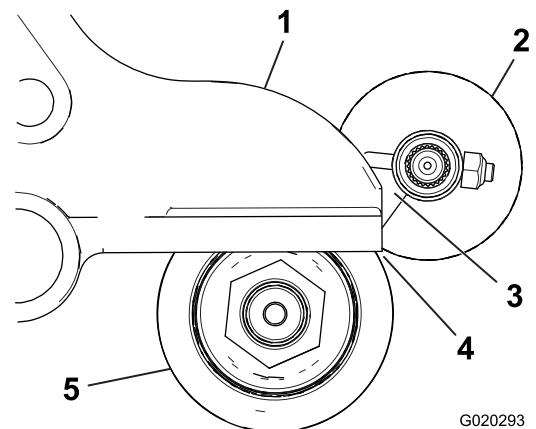

Figura 11
2. Coloque el cepillo de rodillo de manera que tenga un contacto ligero con el rodillo trasero (es decir, que apenas toque o descance sobre el rodillo) (Figura 11).